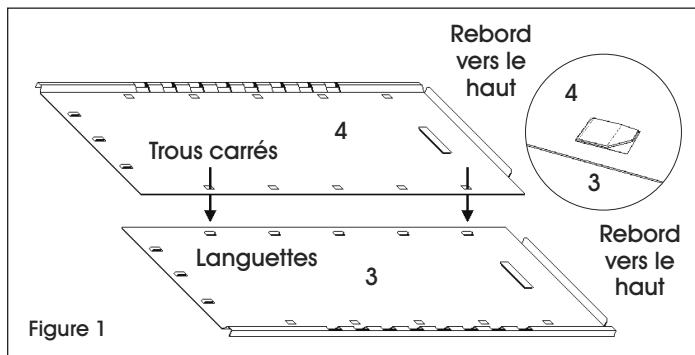

Figure 1
1. Posez les deux panneaux arrière sur une surface plane. (Voir Figure 1)
2. Placez le panneau arrière droit (4) sur le panneau arrière gauche (3), puis insérez les languettes de blocage dans les trous carrés correspondants. (Voir Figure 1)